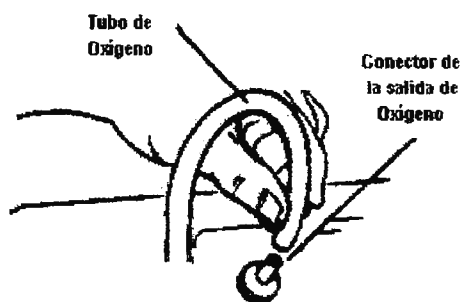

Fig. 8
b.1) Si no se va a utilizar humidificador coloque el tubo de suministro de oxígeno (cánula o catéter nasal) al conector de salida de oxígeno del Concentrador. (Fig.8)